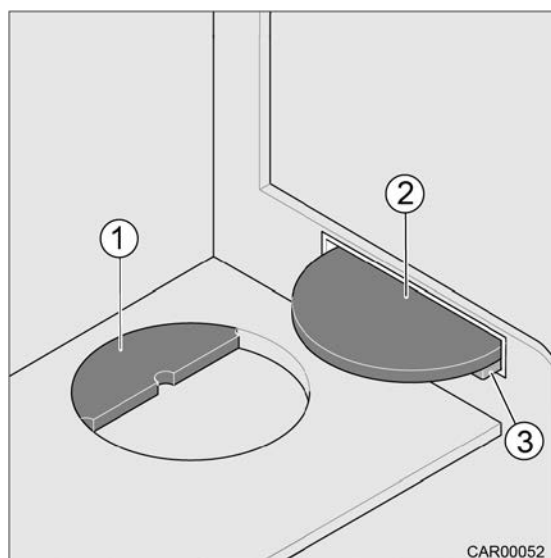

Fig. 96 Recouvrements des éviers
On peut ranger les recouvrements (Fig. 96/1 et 2) dans un logement sous l'évier.
Le recouvrement (Fig. 96/2) peut faire office de dépose d'appoint.
1. Retourner le recouvrement (Fig. 96/2).
2. Tenir le recouvrement en l'inclinant légèrement et introduire l'arête droite de manière régulière par le haut dans les supports (Fig. 96/3).